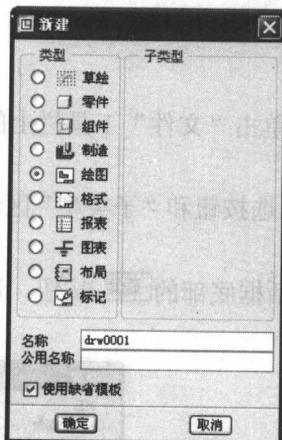
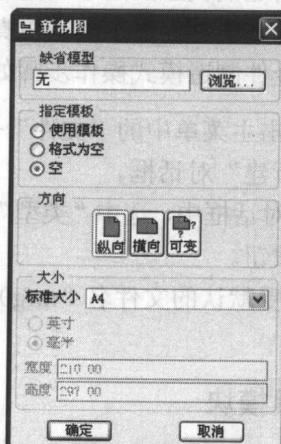

图 1-6 绘图模块
图 1-7 “新制图”对话框
- (1) 单击主菜单中的“文件”→“新建”命令，或单击“文件”工具栏上的图标按钮，打开“新建”对话框。
- (2) 在对话框中，选中“类型”区域中的“绘图”单选按钮，并接受默认的文件名“drw0001”，如图1-6所示。
- (3) 单击对话框底部的【确定】按钮，打开“新制图”对话框。
- (4) 在“指定模板”区域中选中“空”单选按钮，再在“方向”区域中单击图标按钮，然后在“大小”区域中的“标准大小”下拉列表框中选择“A4”选项，如图1-7所示。
- (5) 单击对话框底部的【确定】按钮，进入绘图模式。